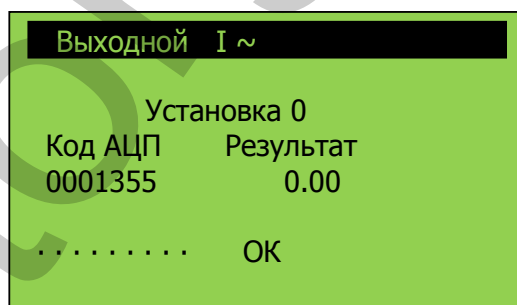

Рисунок 30 – Внешний вид окна «Выходной I ~ / Установка 0»
3.5.6.7 Нажать « ⏻ / ⏻ ». При этом отображается окно «Выходной I ~ / Установка 0» (см. рисунок 30), в котором произведется автоматическая установка «0» индикатора силы выходного тока. После установки «0», о чем сигнализирует появившаяся надпись «ОК», проконтролировать равенство результата «0» и при согласии нажать « ⏻ / ⏻ » для отмены нажать « ⊗ / ⊗ ».